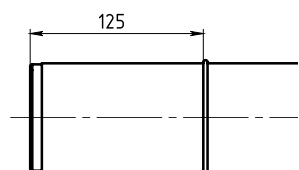

Рис. 10 – Установка кольца
5. Убедитесь, что резиновое кольцо на ножке находится на расстоянии 125 мм от конца (Рис. 10). При необходимости поправьте кольцо. Для удобства на ножке имеется соответствующая риска.